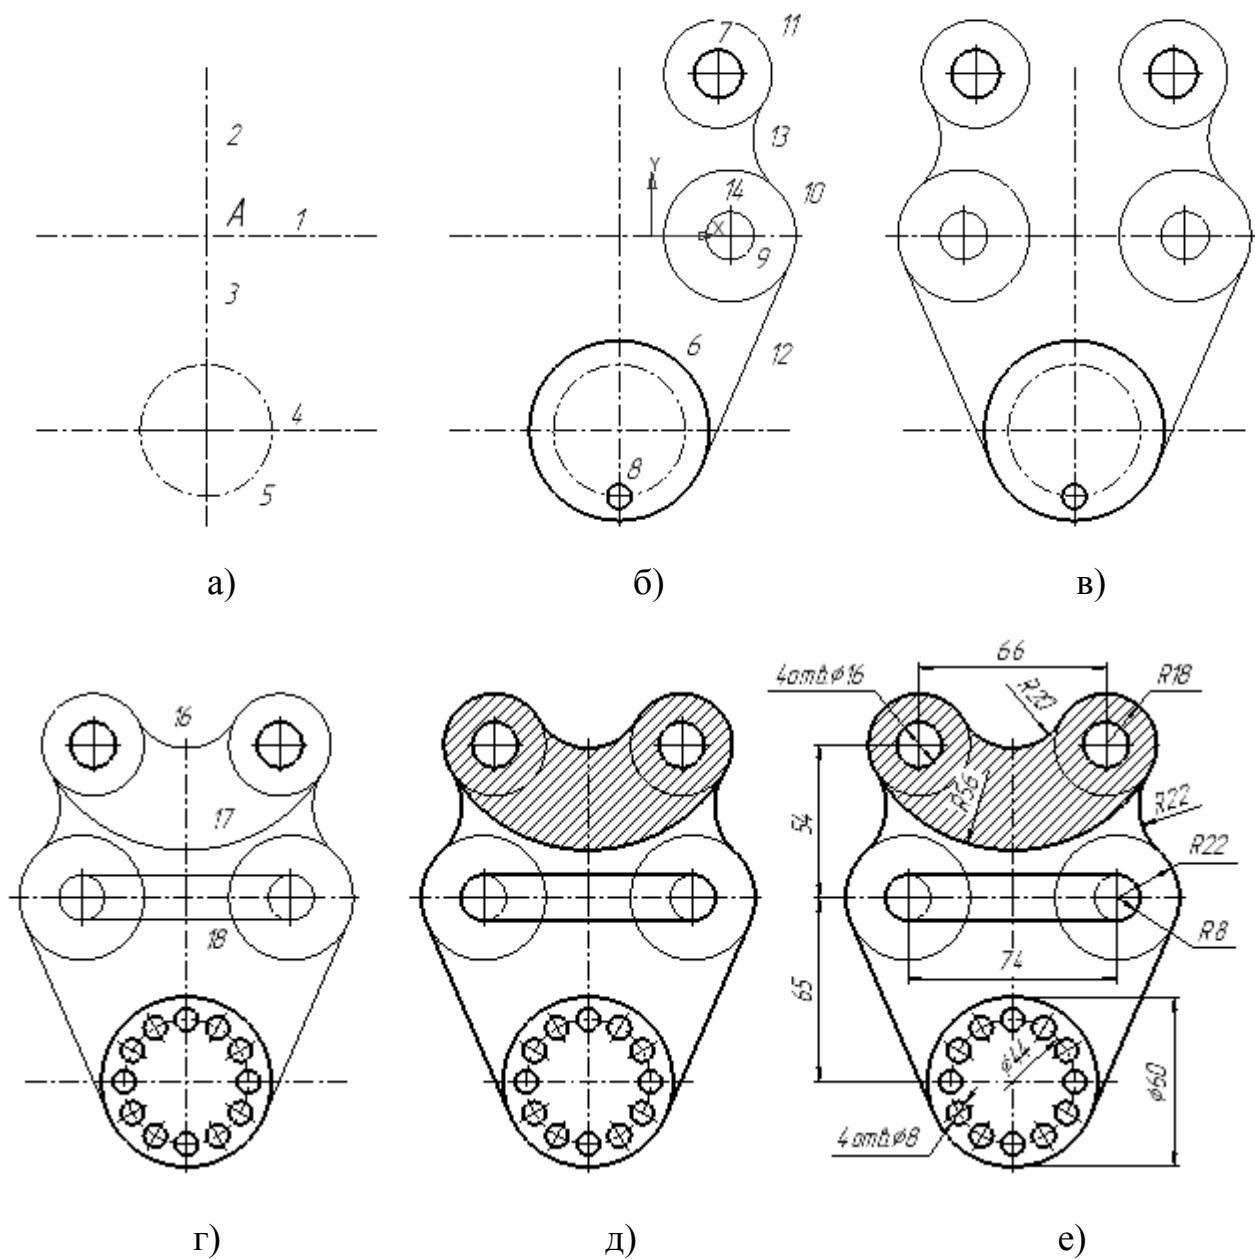

Рисунок 39
Командой **Отрезок** построить (рисунок 39а) штрих – пунктирной тонкой линией горизонтальный (1) отрезок длиной 118 (при задании второй точки смотрим по счётчику), из его середины вверх вертикальный (2) длиной 56, вниз длиной 97 (3). Длину линий выбираем исходя из расчётной (осевая должна выступать за контур на 1...5 мм).
Перенести начало координат в точку А (рисунок 39а).
Командой **Окружность** толстой линией построить следующие окружности (рисунок 39б):
Командой **Окружность** построить следующие окружности (рисунок 39б):
7. Командой **Зеркально отразить** относительно вертикальной оси создать левую часть контура (рис. 39в). Объекты (7), (9), (10), (11), (12), (13), (14) выбирать последовательным указанием на них, удерживая клавишу «**Shift**».
Командой **Скругление** построить дугу (16) радиусом 22 и дугу (17) радиусом 56, при этом скругляемые объекты указывать вблизи ожидаемых точек сопряжения (рисунок 39г).
Командой **Собрать контур** обвести недостающие элементы (рисунок 39д).